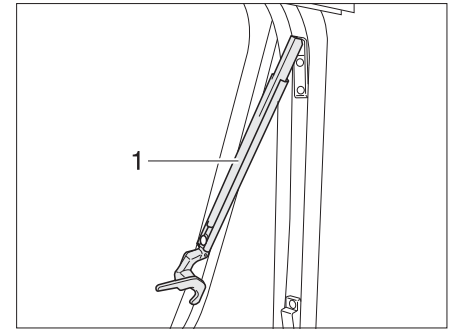

Fig. 12 Fenêtre projetante avec bras automatiques, ouverte
- Ouvrir la fenêtre projetante jusqu'au cran d'arrêt souhaité. Le bras automatique (Figure 12,1) s'enclenche automatiquement.